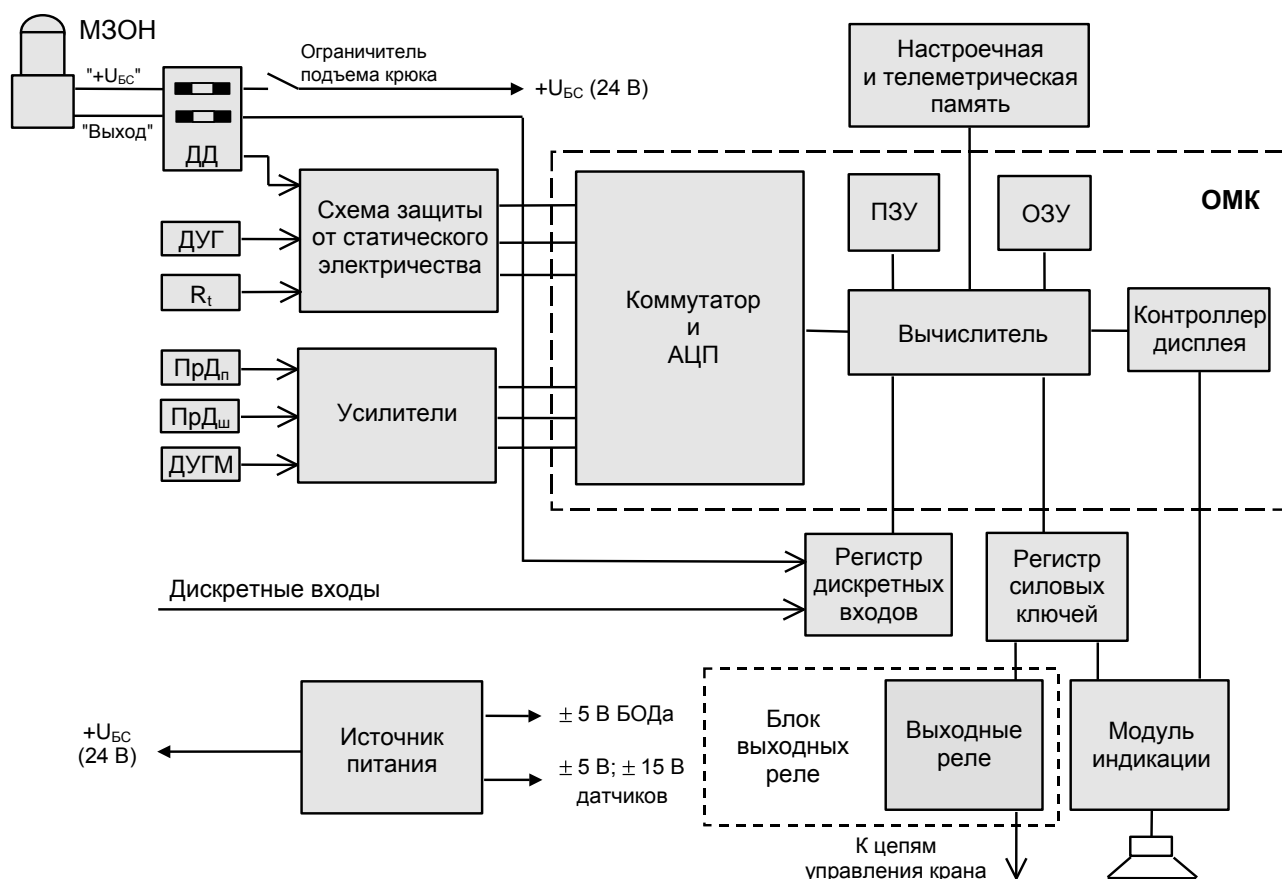

Рисунок 1- Блок-схема ограничителя
1.4.1 Принцип действия ограничителя (рисунок 1) основан на последовательном опросе и преобразовании аналоговых сигналов с датчиков первичной информации в цифровой код, определении угла наклона и длины стрелы, расчете цифровыми методами величины вылета, высоты подъема (по заданным геометрическим размерам рабочего оборудования крана), а также вычислении фактической массы груза и степени загрузки крана с последующим их сравнением с предельно-допустимыми значениями при выбранном режиме работы.